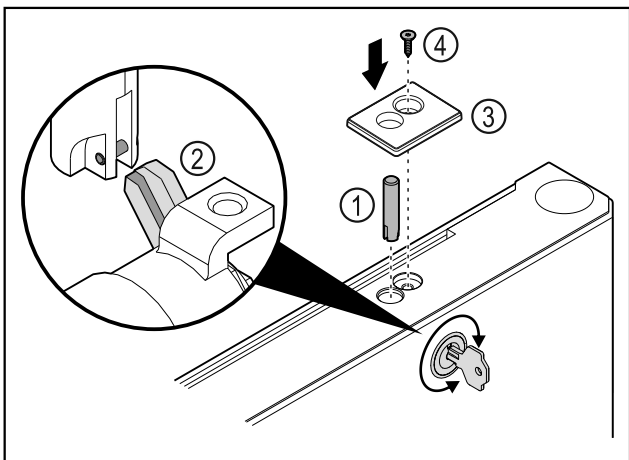

Fig. 41
- ▶ Поставете болта на ключалката Fig. 41 (1).
- ▶ Завъртете леко ключалката, за да може болтът на ключалката Fig. 41 (2) да се фиксира в прореза на ключалката.
- ▶ Поставете капака Fig. 41 (3).
- ▶ Поставете винта Fig. 41 (4).